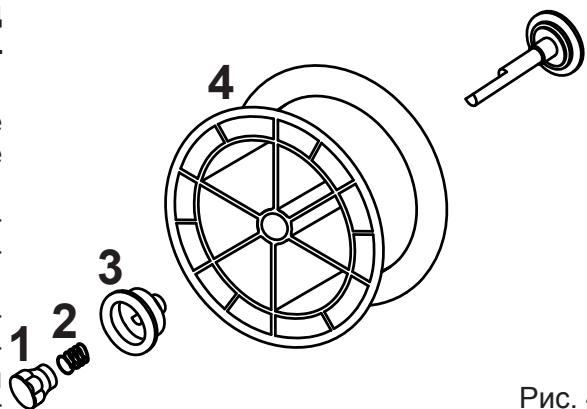
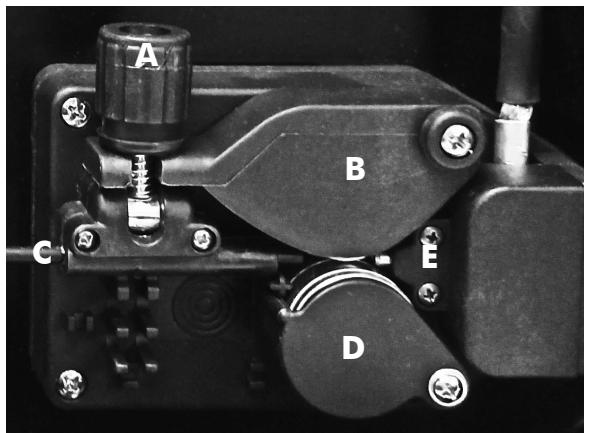

Рис. 4
Рис. 5
- Откройте боковую панель отверстия катушки. Отвинтите гайку (1) разматывателя (барабанный тормоз) и удалите пружину (2) и внешнее кольцо (3) (рис. 4).
- Снимите пластмассовую оболочку катушки (4) и вставьте её в разматыватель. Снова установите внешнее кольцо (3), пружину (2) и пластмассовую стопорную гайку (1), вместе составляющие систему замедления скорости катушки. ПРИМЕЧАНИЕ. Не слишком затягивайте гайку - излишняя затяжка увеличивает усилие двигателя, который тянет проволоку, тогда как слабое усилие не позволяет катушке по окончании сварки немедленно остановиться.
- Ослабьте и опустите пластмассовую рукоятку (A) и поднимите прижимной рычаг проволоки (B) (рис. 5). Удалите возможные остатки проволоки из кожуха проволоковода.
- Выпустите проволоку с катушки и с помощью двух зажимов прочно удерживайте так, чтобы она не могла развернуться. При необходимости расправьте конец проволоки перед тем, как вставить его во входную направляющую (C). Вставьте туда проволоку, пропустив её под нижними роликами (D) и вставив в кожух проволоковода.